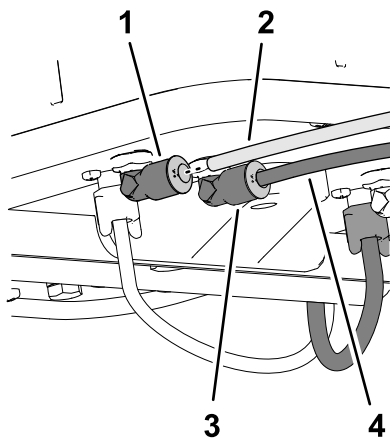

Figura 144
- Insira o tubo transparente na união do ar no lado da placa do compressor (Figura 143 e Figura 144).
3. Insira o tubo azul na união do líquido no lado da placa do compressor (Figura 143 e Figura 144).
5. Insira o tubo transparente na união do ar no lado da placa do compressor (Figura 143 e Figura 144).
6. Insira o tubo azul na união do líquido no lado da placa do compressor (Figura 143 e Figura 144).